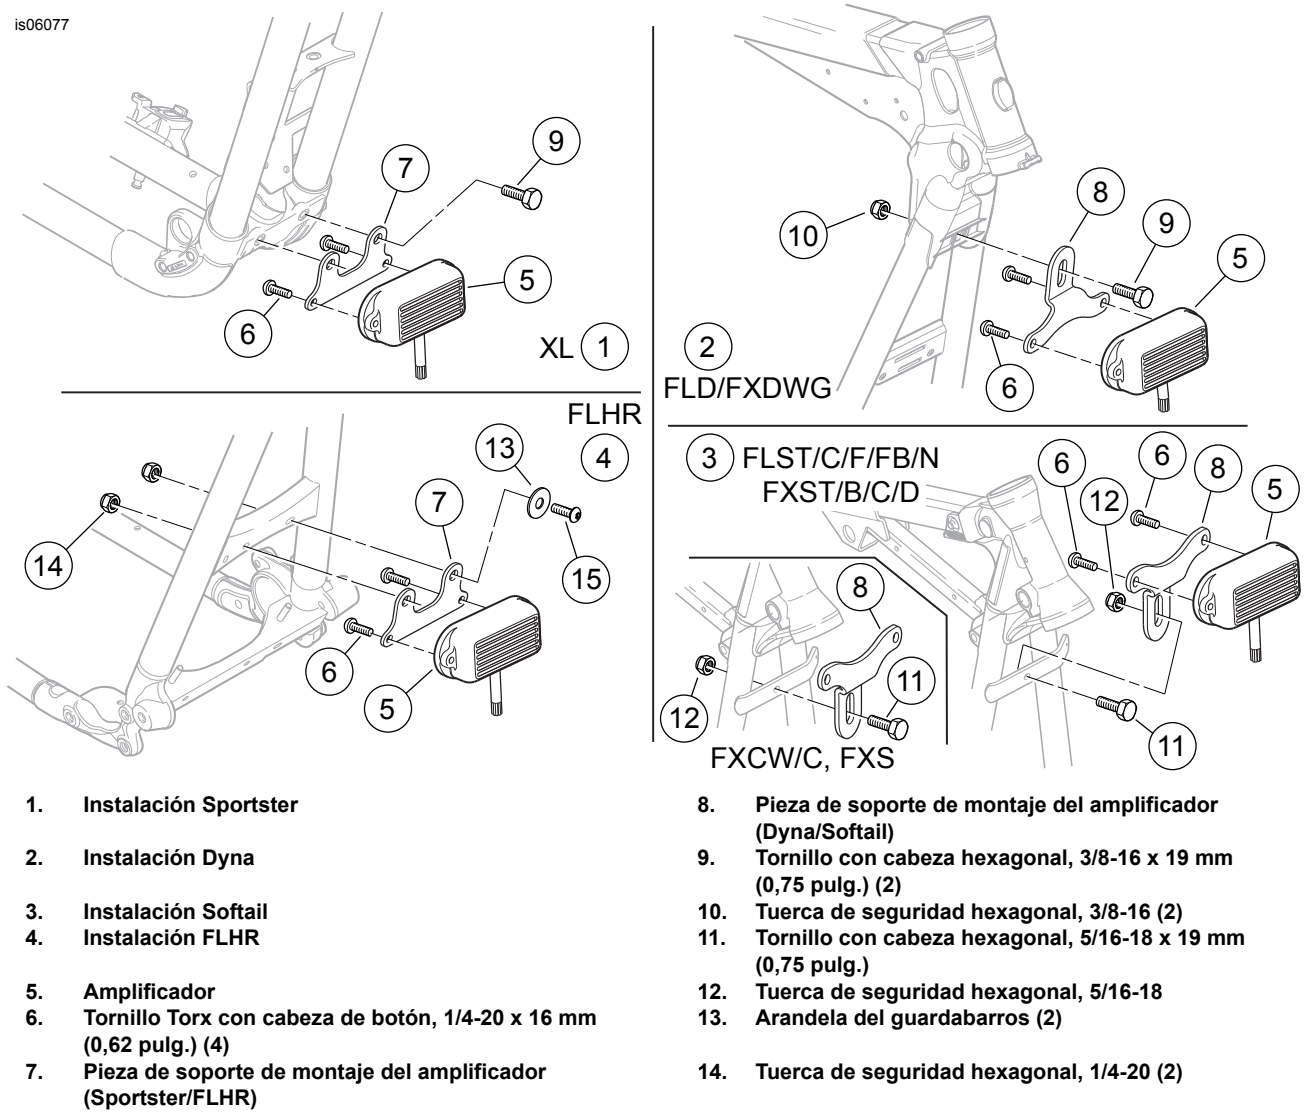

Figura 1. Instalación del amplificador y de la pieza de soporte
2. Vea Figura 1. Instale el amplificador (5, parte del conjunto del arnés de cables) en la pieza de soporte con los tornillos (6) y apriete a 7,4 N·m (65 in-lbs).
- **Para los modelos Sportster:** Seleccione dos tornillos con cabeza hexagonal de 3/8-16 (9) del kit.
- **Para los modelos Dyna:** Seleccione un tornillo con cabeza hexagonal de 3/8-16 (9) y una tuerca de seguridad hexagonal (10) del kit.
- **En los modelos Softail:** Seleccione el tornillo de 5/16-18 (11) y la tuerca de seguridad hexagonal (12) del kit.
- **Para los modelos Touring:** Seleccione los dos tornillos con cabeza TORX de 1/4-20 x 16 mm (0.62 in) de largo (6), las dos arandelas del guardabarros (13) y las dos tuercas de seguridad hexagonales (14) del kit.
4. Vea Figura 1. Instale el amplificador y la pieza de soporte en el travesaño de la estructura, entre los tubos verticales delanteros, como se muestra.